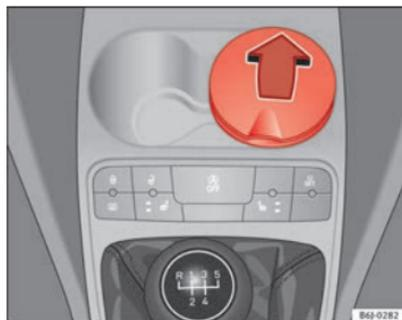

Fig. 88 Cenicero delantero
- Para abrir el cenicero, levante la tapa ⇒ fig. 88.